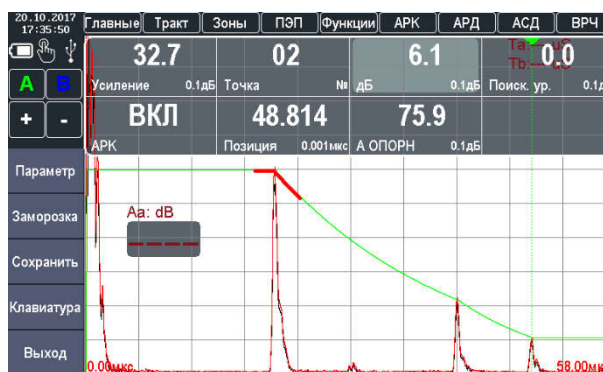

Рисунок 2.57 – Установка уровня ослабления сигнала третьей точки
15. Уровень ослабления «дБ» установить таким образом, чтобы кривая АРК опустилась до пика третьего отражателя (рис. 2.57).